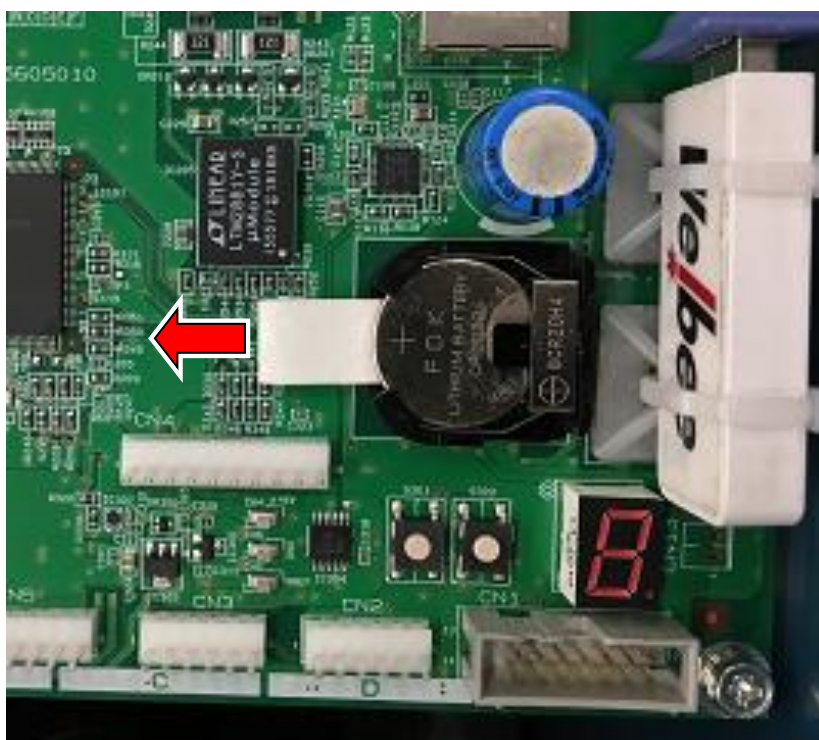

図6. 絶縁シートの取り外し
- (10) 拡張ボード(E2648P00)上のリチウム電池についている絶縁シートを引き抜いてください。(図6)